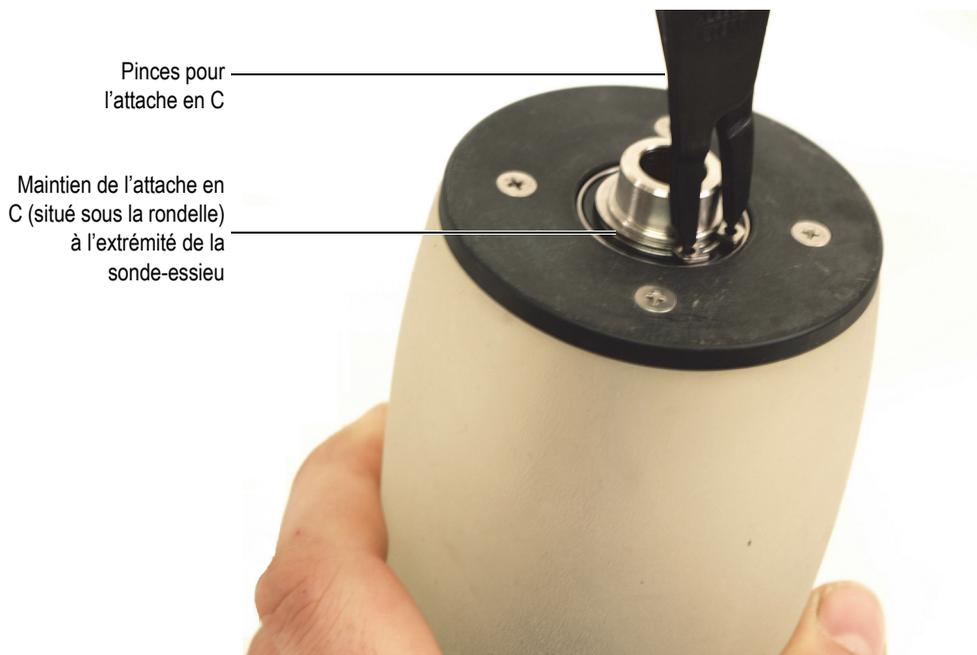

Figure 6-7 Retrait de l'attache en C placée sur l'extrémité de la sonde-essieu
2. À l'aide des pinces fournies, retirez délicatement l'attache en C placée à l'extérieur (Figure 6-7 à la page 87).